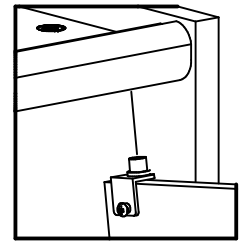

figure 2/figure 2/chiffre 2
- While holding the door, insert the TOP HINGE and BUSHING into the hole as shown in figure 2.
- Mientras sosteniendo la puerta, inserte la BISAGRA SUPERIOR y FUJE en el agujero como mostrado en figure 2.